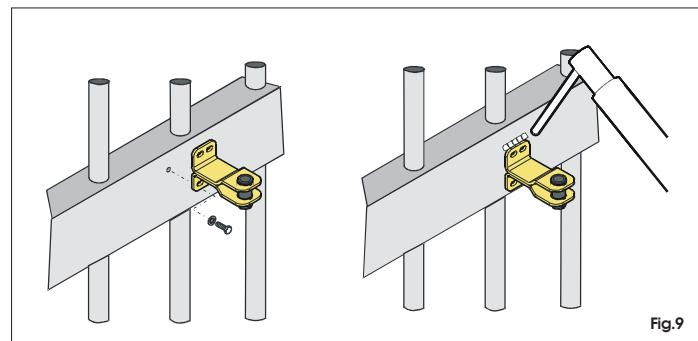

Fig.9
- extraire la patte d'attache de l'opérateur pour la fixer au vantail. La patte d'attache peut être directement soudée ou vissée en utilisant des pièces intercalaires filetées (Fig. 9).